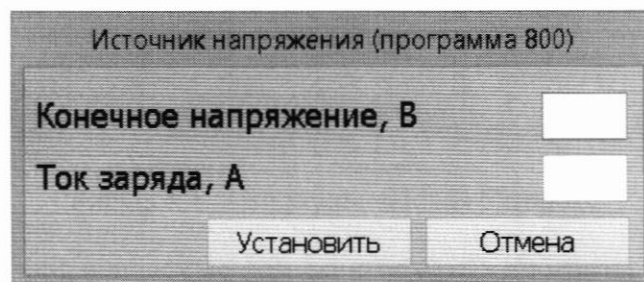

Рисунок 9 - Вид окна «Источник напряжения (программа 800)»
– в диалоговом окне, рисунок 9, ввести указанные ниже параметры заряда и нажать кнопку «Установить»:
- в диалоговом окне, рисунок 9, ввести указанные ниже параметры заряда и нажать кнопку «Установить»: